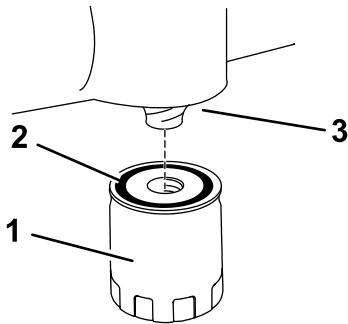

Figure 33
14. Posez le filtre à huile de recharge sur le socle de montage. Tournez le filtre dans le sens horaire jusqu'à ce que le joint soit en appui contre le socle, puis donnez de 2/3 à 1 tour supplémentaire (Figure 33).